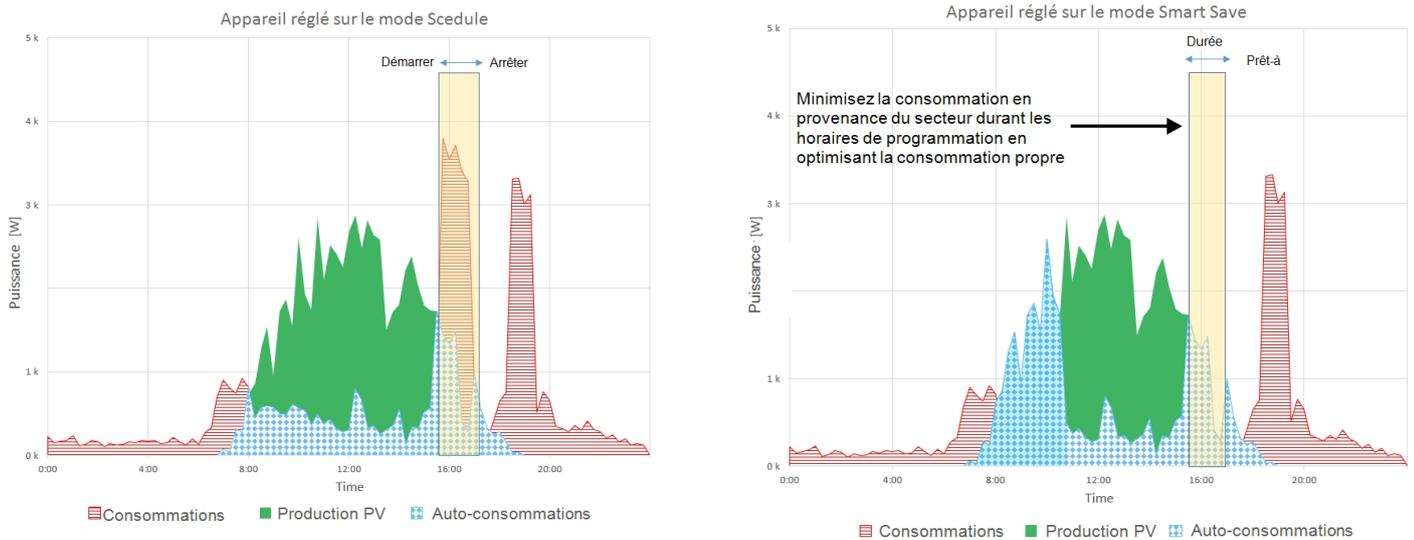

Figure 2: Exemples de fonctionnement
Consultez la *Figure 2* pour voir des exemples de mode de fonctionnement.
6. Appuyez sur le bouton d'association sur le Interrupteur à contact sec (voir la Figure 2).